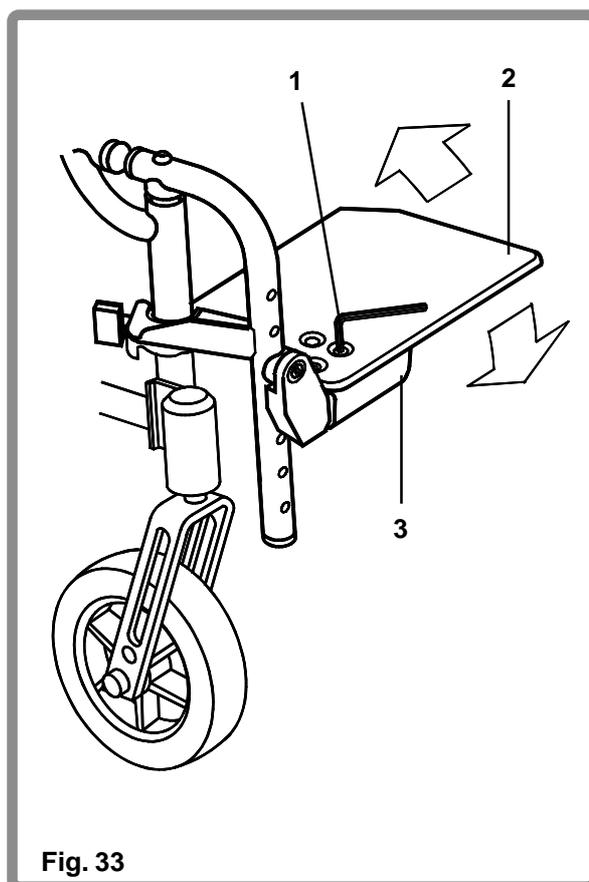

Fig. 33
Pour régler l'angle du repose-pied (Fig. 33), desserrer les deux vis de retenue (1) suffisamment pour que la palette (2) puisse tourner. Faire tourner la palette à l'angle souhaité et serrer les vis avec une clef Allen de 4 mm. Serrer jusqu'à 8-10Nm.